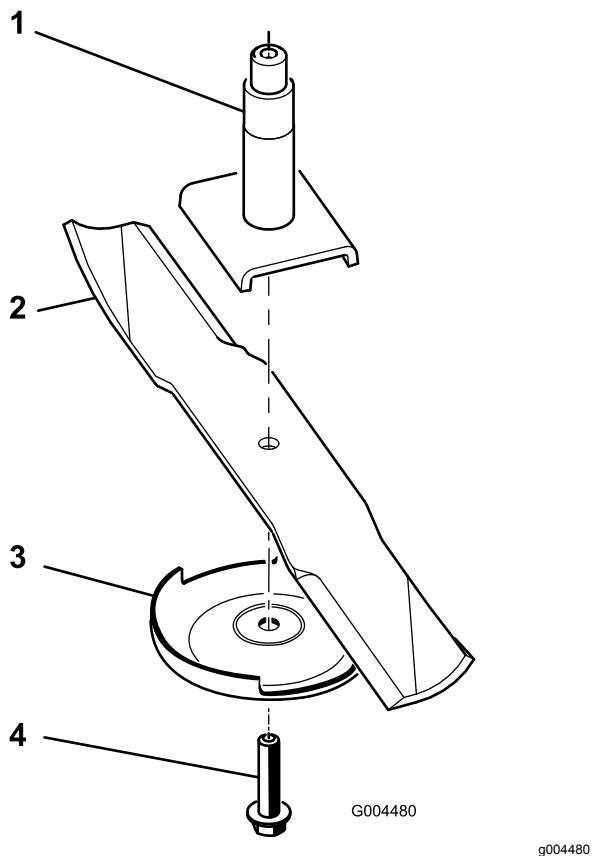

Figura 74
2. Gire el perno de la cuchilla en sentido horario para retirar el perno (Figura 74).
3. Retire la placa protectora del césped y la cuchilla del eje (Figura 74).